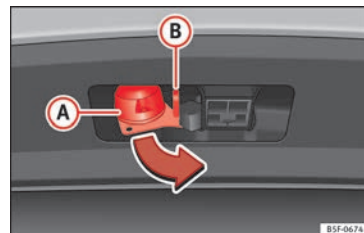

Fig. 237 Girar el conector de 13 polos
- Agarre el conector de 13 polos por la zona **A** y extráigalo en el sentido de la flecha »» fig. 237.
- Agarre el conector de 13 polos por la zona **A** e introdúzcalo en el sentido contrario al de la flecha »» fig. 237.
El ojal de seguridad **B** »» fig. 237 sirve para enganchar el cable de retención del remolque.